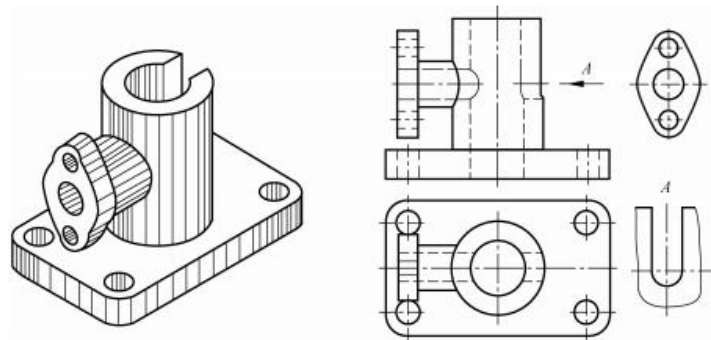

图 4-5 局部视图
- ❖ 如图4-5，用主、俯两个视图已清楚地表达了主体形状，若为了表达左面的凸缘和右面的缺口，在增加左视图和右视图，就显得烦琐和重复，此时可采用局部视图。
- ❖ （1）局部视图可按基本视图的配置形式配置；也可按向视图的配置形式配置并标注，如图 4-5 所示。当局部视图按投影关系配置，中间又没有其他视图隔开时，可省略标注。
- ❖ （2）局部视图的断裂边界应以波浪线或双折线表示，如图 4-5 中的视图A。当所表示的局部结构是完整的，且外轮廓线成封闭图形时，断裂边界可省略不画，如图 4-5 中按投影关系配置的局部视图。